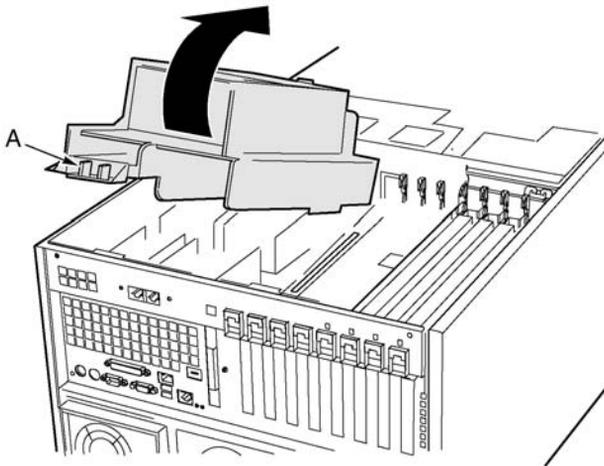

Abbildung 20 - Entfernen des Luftführungsblechs des Prozessorboards
- 1 An dem Ende des Luftführungsblechs, das sich am nächsten zur Rückseite des Gehäuse befindet, drücken Sie die beiden Laschen gegeneinander (Abbildung 20, A) und haben Sie das Ende an, indem Sie das Luftführungsblech circa 30° rotieren.